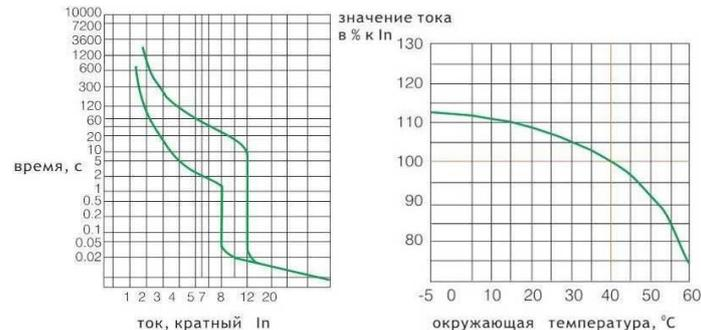
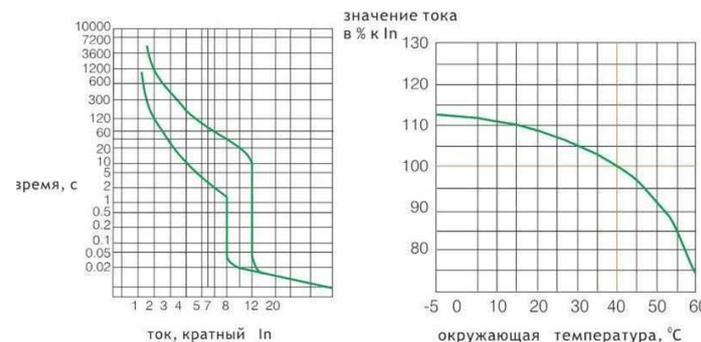

Рис.1 Время токовые характеристики автоматических выключателей ВА 57-39 250А, 320А, 400А
Рис.2 Время токовые характеристики автоматических выключателей ВА 57-39 630А
- 3.11. При применении выключателей с температурой окружающей среды отличной от 40°С следует применять температурный коэффициент рис.1, рис. 2.
4.2.6. Время - токовые характеристики выключателей с расцепителями тока перегрузки приведены на рис.1, рис.2.